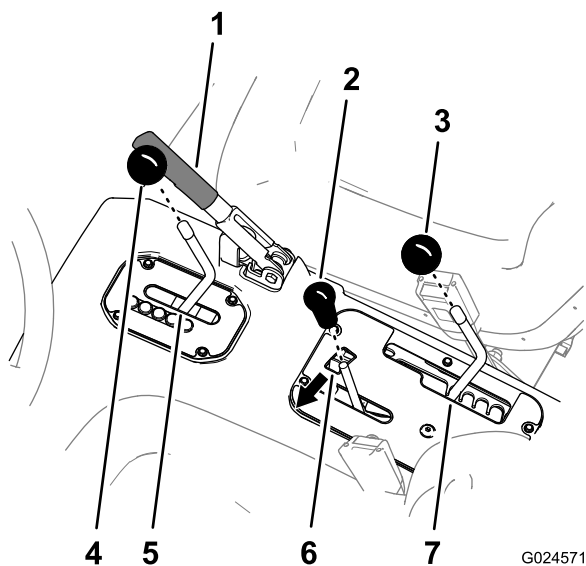

Figura 7
1. Assicurarsi che sia inserito il freno di stazionamento (Figura 7).
2. Spostate la leva della trasmissione nella posizione L (marcia avanti piano) (Figura 7).
3. Spostate la leva del range di velocità nella posizione A (range superiore) (Figura 7).
4. Spostate la leva del sollevamento idraulico in posizione di sollevamento del pianale, quindi inserite il dispositivo di bloccaggio della leva di sollevamento idraulico (Figura 7).
5. Togliete tutte le manopole dalle leve della consolle e dalla leva della trasmissione ruotandole in senso antiorario (Figura 7).